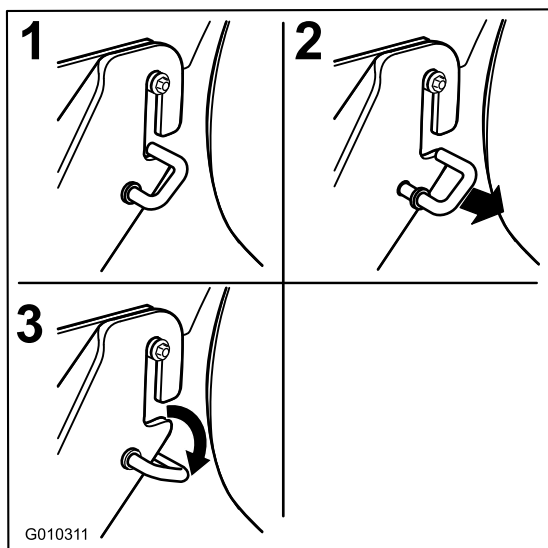

Figure 70
1. Décrochez les crochets en J à ressort de la fente des supports des pattes de fixation arrière de chaque côté du tablier (Figure 70).